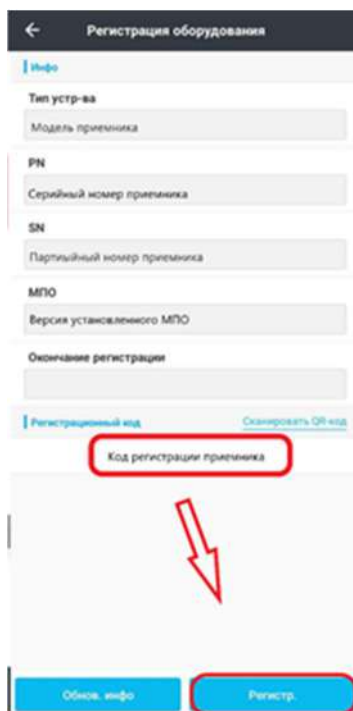

Рисунок 5.5.3
5. Введите цифробуквенный код регистрации и нажмите кнопку **Регистр.** (Рисунок 5.5.3).